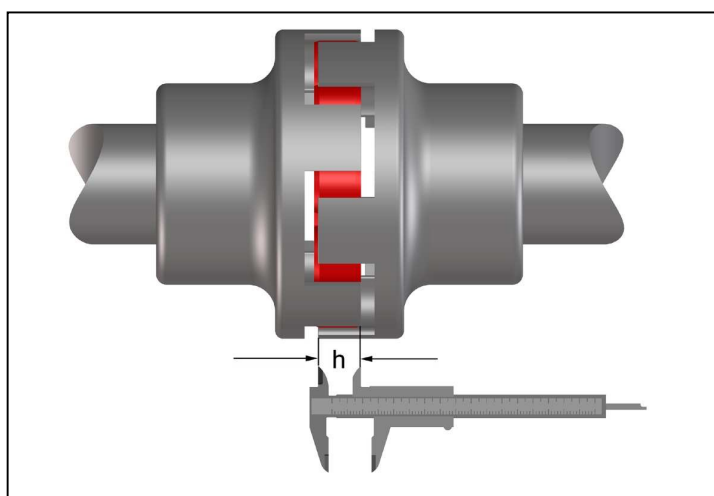

Bild 8
- Messen Sie gemäß Bild 8 die axiale Klauenüberdeckung  $h$ .